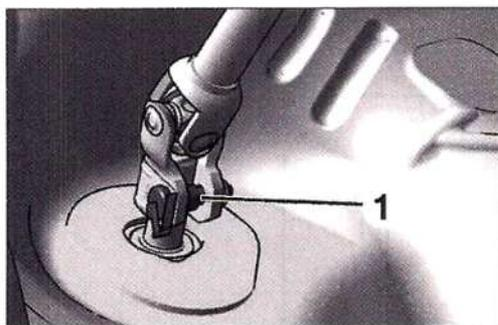

FIG. 3
- Desmontar el tornillo (1) (Fig.3).